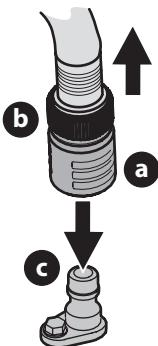

Figura 29
- Tire del collarín de ajuste (a) del adaptador del pico (b) hacia atrás y empuje el adaptador del pico sobre el pico de lavado de la plataforma (c). Suelte el collarín de ajuste para tratar el adaptador del pico en el pico de lavado de la plataforma (Figura 29).